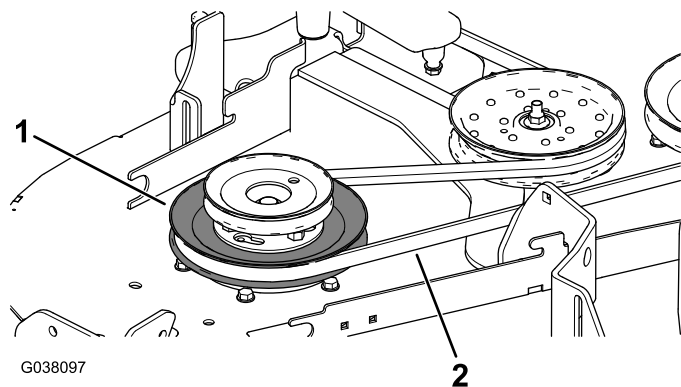

**Figura 29**
- A. Inserte los espárragos roscados en el soporte de la polea a través de los orificios en la polea de la carcasa (Figura 29).
- B. Utilice la contratuerca (¾") y la arandela que retiró anteriormente para fijar la polea de la carcasa al eje de cuchilla (Figura 29).
- D. Disponga la polea del soplador sobre los espárragos roscados e instale provisionalmente la contratuerca (Figura 29).